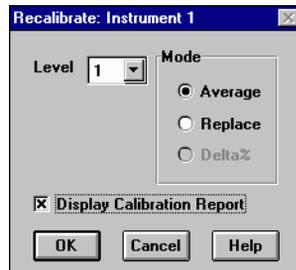

Abbildung 12 Das Dialogfeld Recalibrate
- 2 Öffnen Sie das Dialogfeld **Recalibrate** (siehe Abbildung 12):